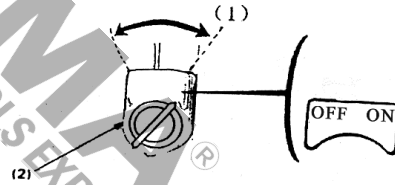

Fig. 11 (1) ON
- 3) Portare l'interruttore del motore in posizione ON. (Fig. 11)